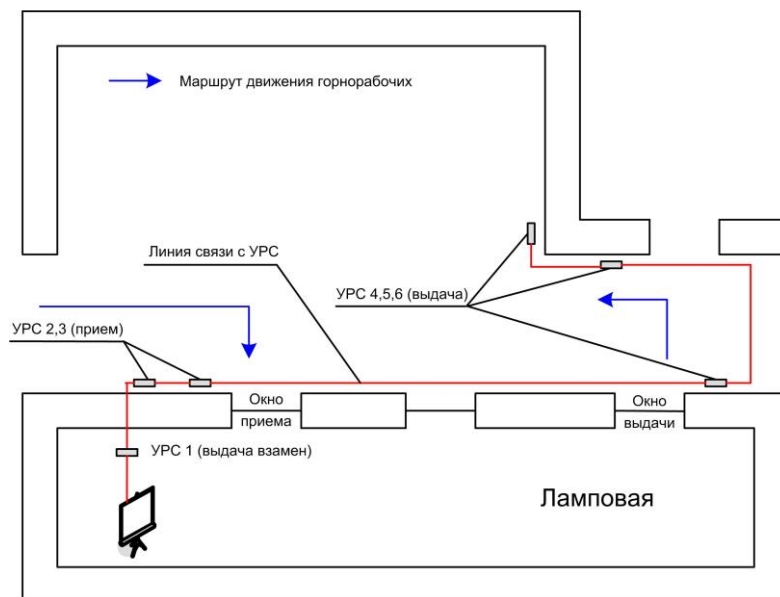

Рисунок 6 – Примерная схема расположения устройств
2.3.4.9 Подключить УРС к линии связи в соответствии со схемой включения (рисунок 6).